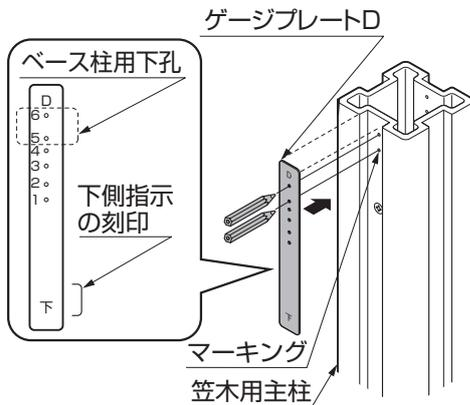

図7-4
- ゲージプレートDには上下があります。「下」と刻印している側を下にしてください。(図7-4参照)